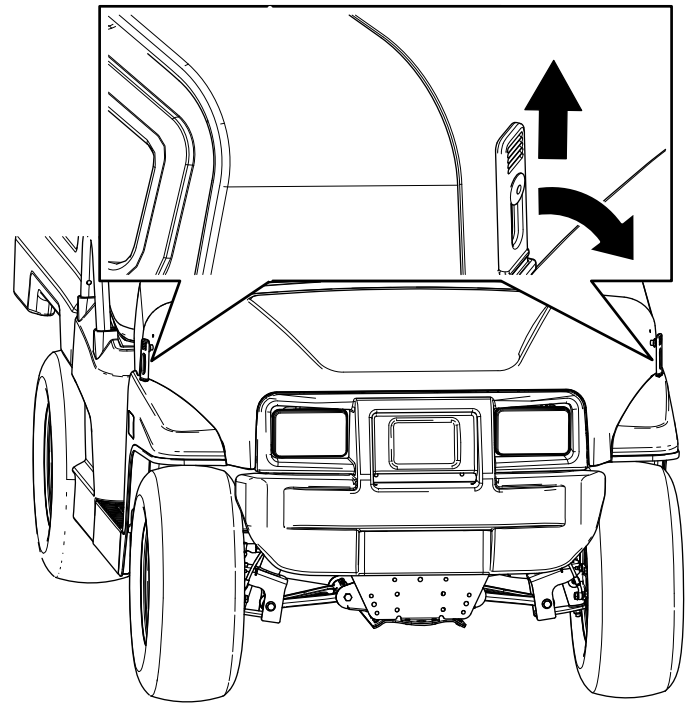

Bild 29
1. Heben Sie den Hebel der Gummriegel an jeder Seite der Motorhaube an (Bild 29).
2. Fluchten Sie die Gummriegel auf den Riegelankern an jeder Seite der Motorhaube aus, um die Motorhaube zu befestigen (Bild 29).